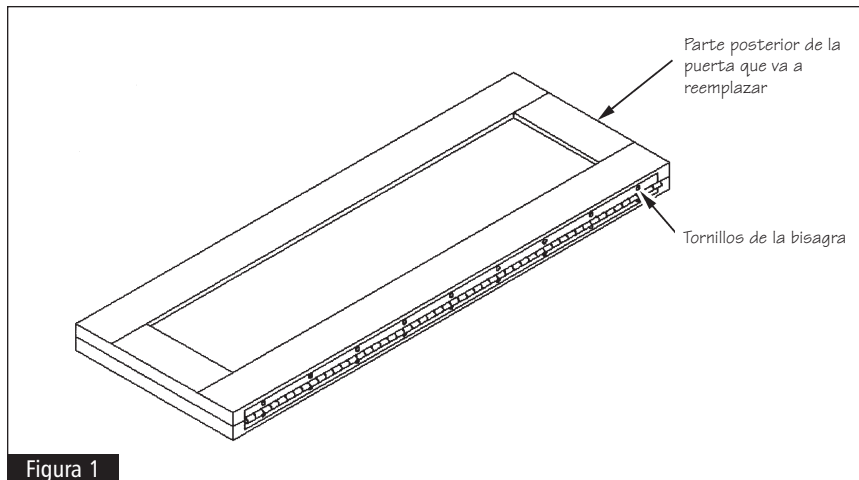

Figura 1
- 1** Retire el ensamblaje de la puerta plegable del gabinete y los decorativos, si es necesario. Coloque el ensamblaje de la puerta en una superficie suave y plegada como se ilustra en la figura 1.